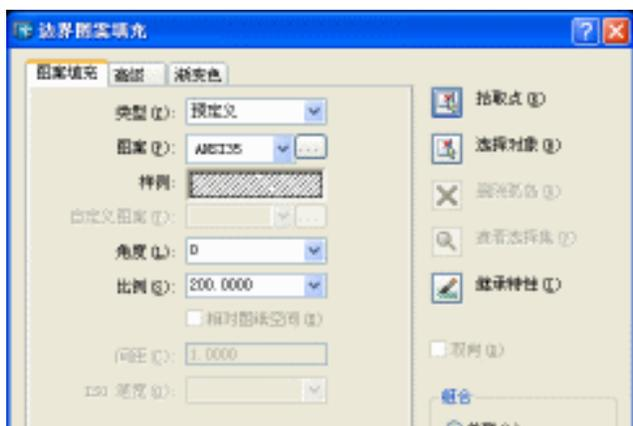
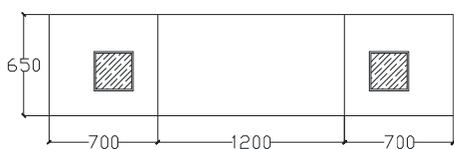
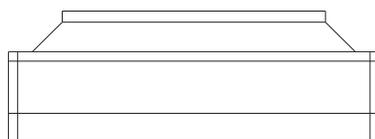
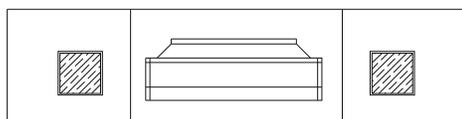

图 2-2-4
图 2-2-5
图 2-2-9
图 2-2-10
单击绘图工具栏上的填充按钮或在命令行输入 BHATCH (BH) 命令，弹出边界图案填充对话框，再单击其中的按钮，弹出如图 2-2-4 所示的填充图案边界对话框，拖动其右边的滚动条，单击 (ANSI35) 按钮，再单击“确定”按钮，返回到边界图案填充对话框，其设置如图 2-2-4 所示。
单击其中的按钮，返回到绘图界面，单击要填充的区域，并按回车键，又返回到如图 2-2-4 所示的边界图案填充对话框。单击对话框中的“确定”按钮，音箱平面被填充，如图 2-2-5 所示。
补充一些线段得到如图 2-2-9 所示的效果。
**STEP 04** 使用移动命令 MOVE 将如图 2-2-9 所示的电视放到如图 2-2-5 所示的电视柜上，如图 2-2-10 所示。
**STEP 05** 复制一个如图 2-2-10 所示的图形。